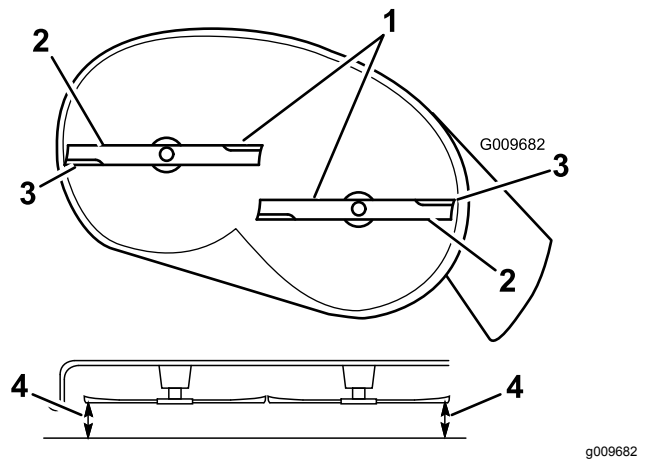
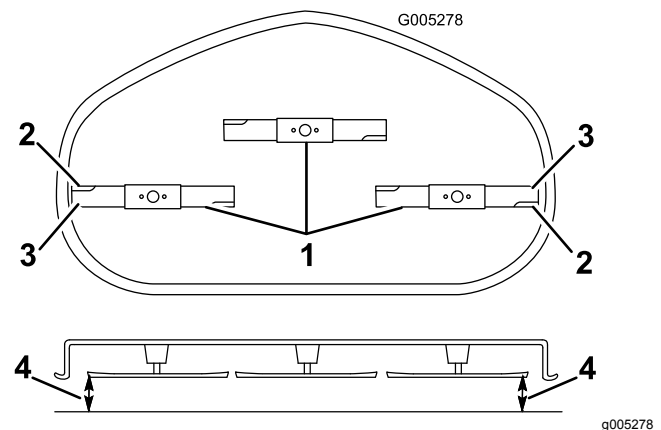

Figura 50
Figura 51
4. Gire cuidadosamente las cuchillas hasta que estén todas orientadas lateralmente (Figura 50 y Figura 51).
5. Mida entre los bordes de corte exteriores y la superficie plana (Figura 50).